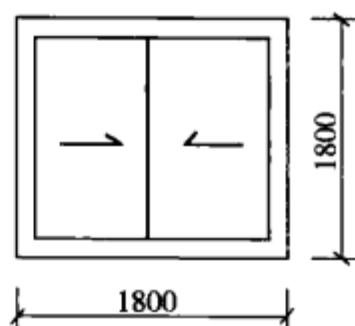

图 4-87 不带亮子双扇铝合金推拉窗
**【例 88】** 求如图 4-87 所示不带亮子双扇铝合金推拉窗工程量并套用定额。
**【解】** (1) 定额工程量